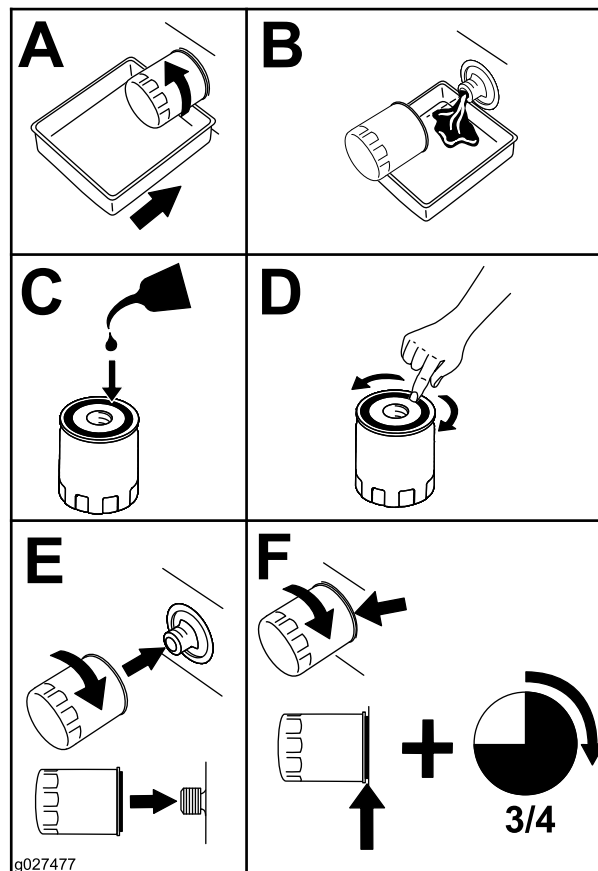

Figure 46
2. Remplacez le filtre à huile moteur (Figure 46).